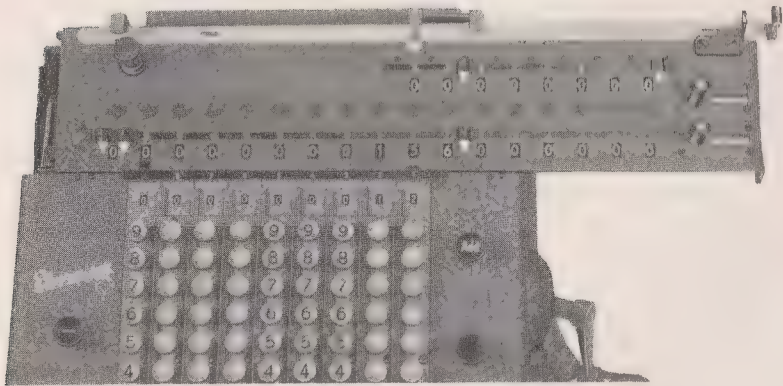

Abbildung 6
Beispiel 1: s. Abb. 6	$156 : 12 = 13$ <div style="display: flex; justify-content: space-around; font-weight: bold;"> <span>(Dividend)</span> <span>(Divisor)</span> <span>(Quotient)</span> </div>
**Lösung:** Die Lösung ist die gleiche wie bei dem Beispiel 1, jedoch zeigt der Divisor (Abbildung 6) 12,65, der Dividend 3454,3400000. Nach Einstellung dieser beiden Faktoren und Festlegen der zugehörigen Kommas wird die schon oben erläuterte Subtraktion  $7-2=5$  vorgenommen und das so bestimmte Komma im Quotientenwerk eingesetzt. Jetzt wird wieder die Minustaste (20) eingerastet, und die nun folgende Durchführung der Division ist genau so einfach wie bei Behandlung der in Aufgabe 1 gegebenen kleinen Zahlen. Ergebnis: 273,07035.